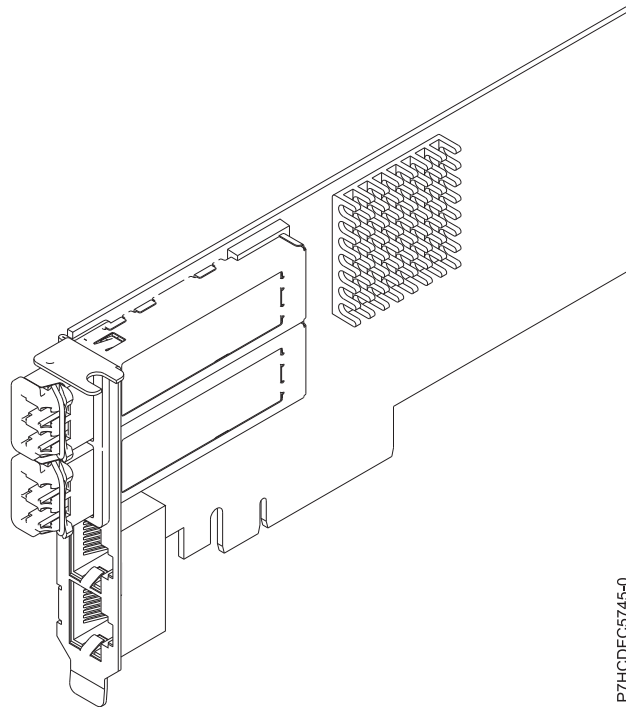

図 36. FC EL3C アダプター
4 ポート・アダプターが、2 個の 10 Gb FCoE 銅線平衡型ポートと 2 個の 1 Gb イーサネット・ポートを提供します。2 個の 10 Gb FCoE ポートは、リトル・コネクタ (LC) タイプのコネクタによって接続されます。各 FCoE ポートは公称データ速度 10 Gbps (G ビット/秒) のイーサネット接続を提供します。各 1 Gb ポートは、データ速度 1 Gbps でイーサネット接続を提供し、イーサネット・ケーブルによって接続されます。10 Mb データ速度はサポートされません。107 ページの図 36 は、FC EL3C アダプターを示しています。